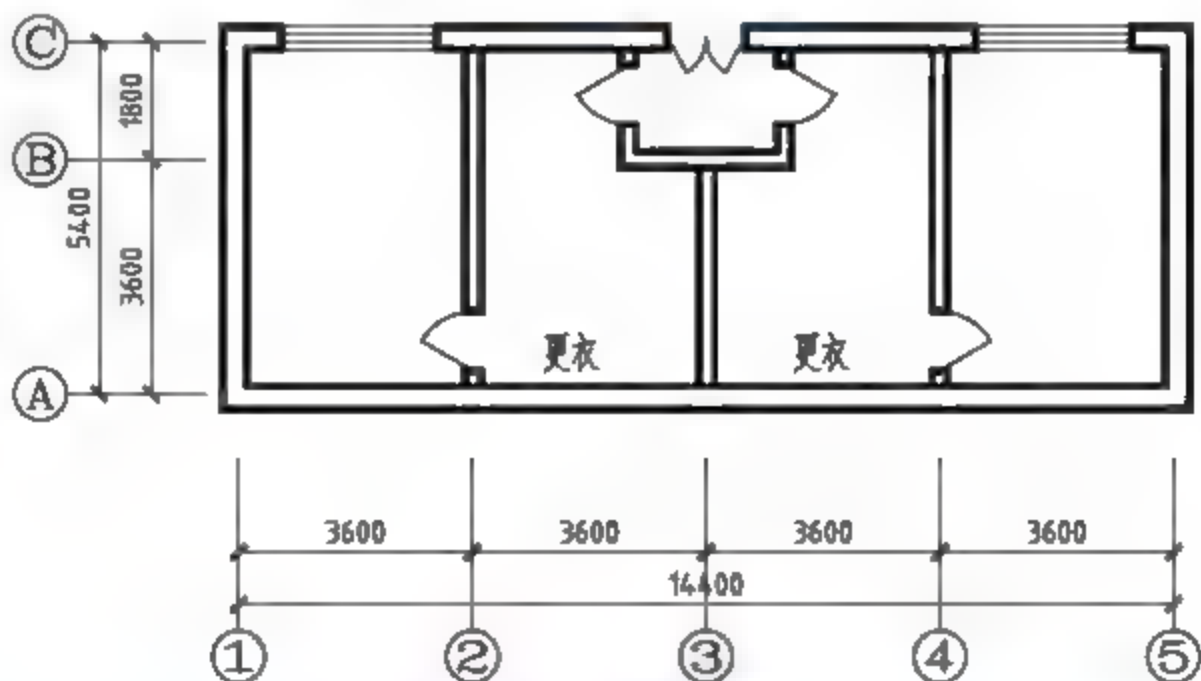

图7-89 打开素材
(1) 单击快速访问工具栏中的【打开】按钮, 打开本书配备资源中的“第7章\7.5 绘制浴室电气平面图.dwg”文件, 如图7-89所示。